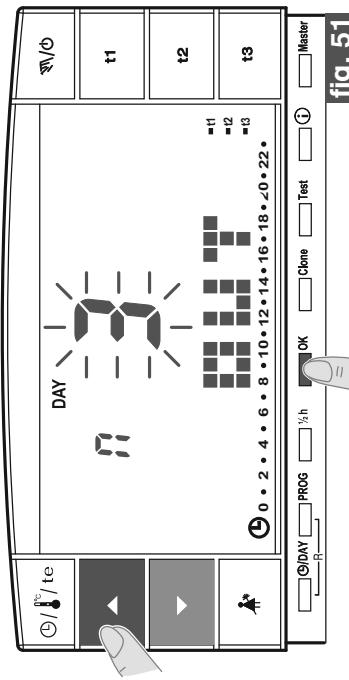

fig. 51
- Sul display appare il mese corrente lampeggiante. Con i tasti **◀ ▶** impostare il mese in cui si intende attivare il programma Holiday (lasciare l'abitazione); confermare premendo il tasto **OK** (fig. 51).